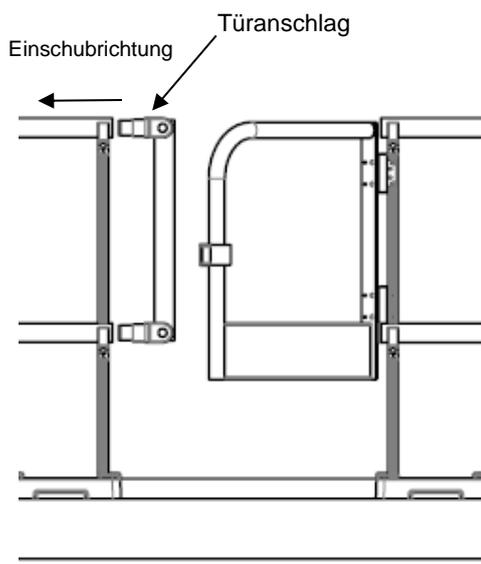

Abb. 4
4. Türanschlag in Hand- und Knieleiste einstecken und mit Blechschrauben sichern (Abb. 4. u. 4.1)